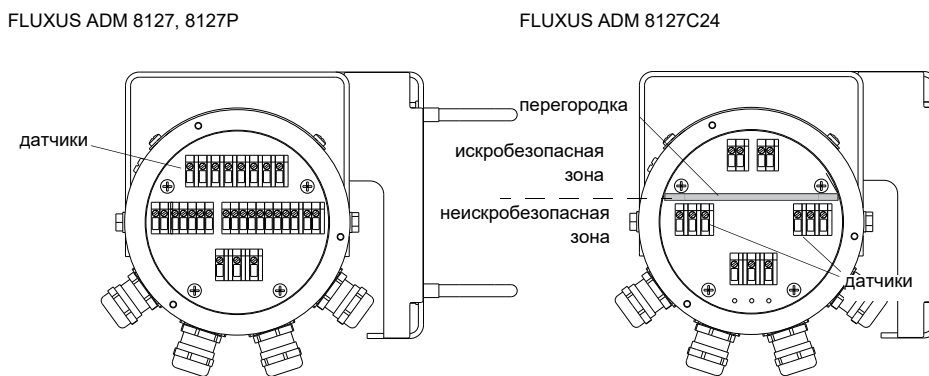

Рис. 7.4: Клеммы для подключения датчиков (удлинительный кабель)
- Подключите жилы и экран к клеммам преобразователя (смотри Рис. 7.4 и Таб. 7.1).